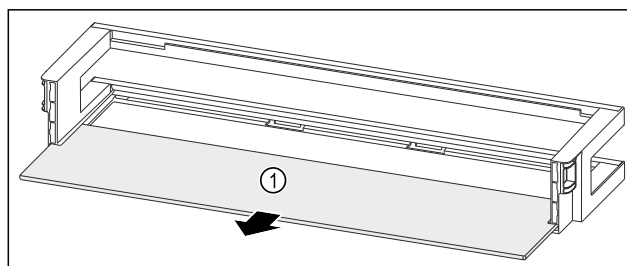

Fig. 95 Dveřní přihrádka s odkládací plochou
- Odkládací plochu Fig. 95 (1) odeberte.